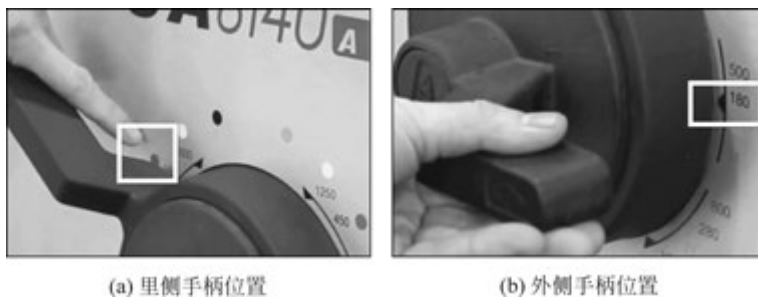

图 1.20 主轴 500r/min 转速变换操作
(4) 主轴 500r/min 转速变换操作如图 1.20 所示。
- ① 里侧手柄对准红色挡位,如图 1.20(a)所示。
- ② 外侧手柄对准转速范围三角标记位置,如图 1.20(b)所示。